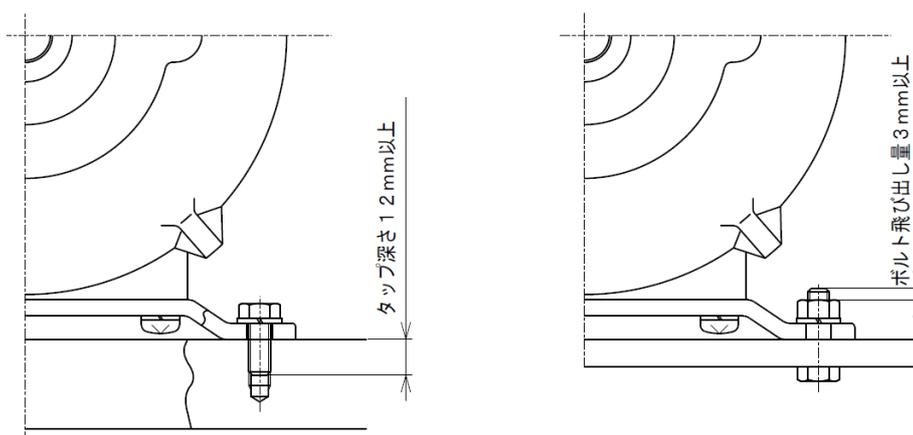

図 2 : 固定方法
- (2) ボルト&ナットで固定する場合は、図2のようにナット側にボルトの先端が3mm程度出る長さのボルトを使用してください。又、ベース面にタップ穴加工をして取付ける場合、図2のようにタップ深さは12mm以上が必要です。